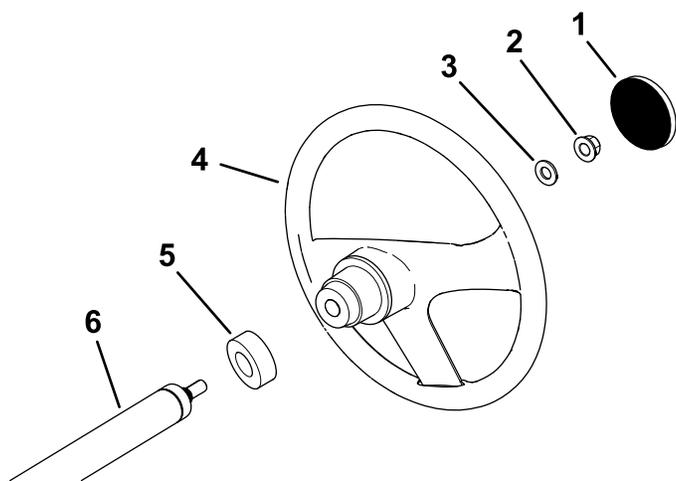

図 3
1. ハンドルのハブにカバーがついている場合には、これを取り外す 図 3。
2. ステアリングシャフトからロックナット $\frac{1}{2}$ "を外す 図 3。
3. ステアリングシャフトに、ハンドル、ダストカバー、ワッシャ $\frac{1}{2}$ インチを取り付ける 図 3。
5. ハンドルにキャップを取り付ける 図 3。